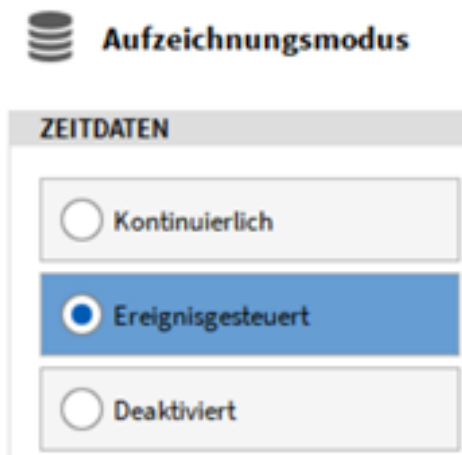

Abb. 9.34: Ereignisgesteuerter Aufzeichnungsmodus
- Wählen Sie *ereignisgesteuerte Aufzeichnung* als Aufzeichnungsmodus (siehe Abb. 9.34):